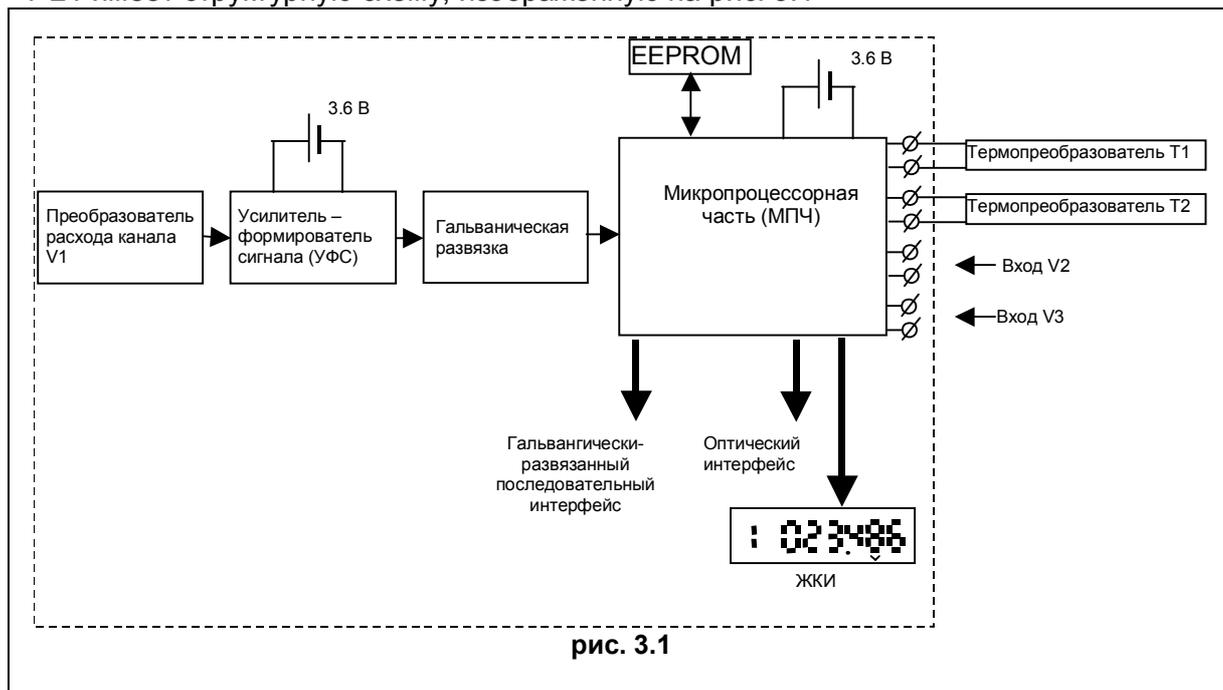

рис. 3.1
- 3.1** Т-21 имеет структурную схему, изображенную на рис. 3.1